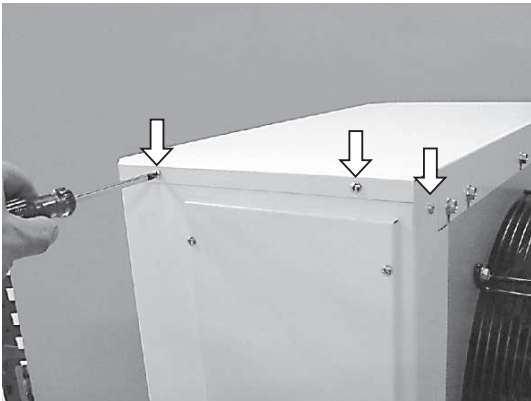

Bild 16
1. Die Blechschrauben am Lufterhitzer gemäß Bild 16 herausdrehen. (am AW 42 und AW 62 4 Schrauben).